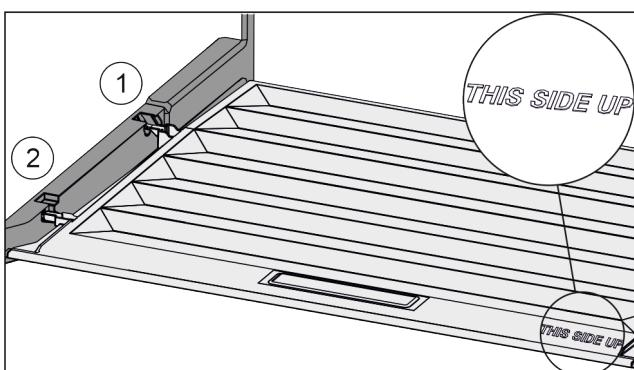

Fig. 85
- Вставити поперечні ребра через отвір заднього тримача Fig. 85 (1) і зафіксувати спереду у тримачі Fig. 85 (2).